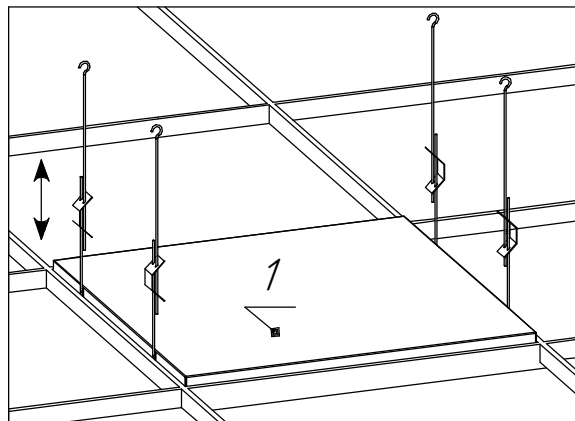

Рисунок 5 - Схема установки светильника на крючках
6.5. Установите корпус в сборе поз.1 в проеме потолка "Griliato" предварительно прикрепить крючки к основанию потолка, затем в корпус в сборе поз.1 закрепить на крючки предварительно просунув крючки в отверстие на корпусе в сборе как показано на рис.5 .